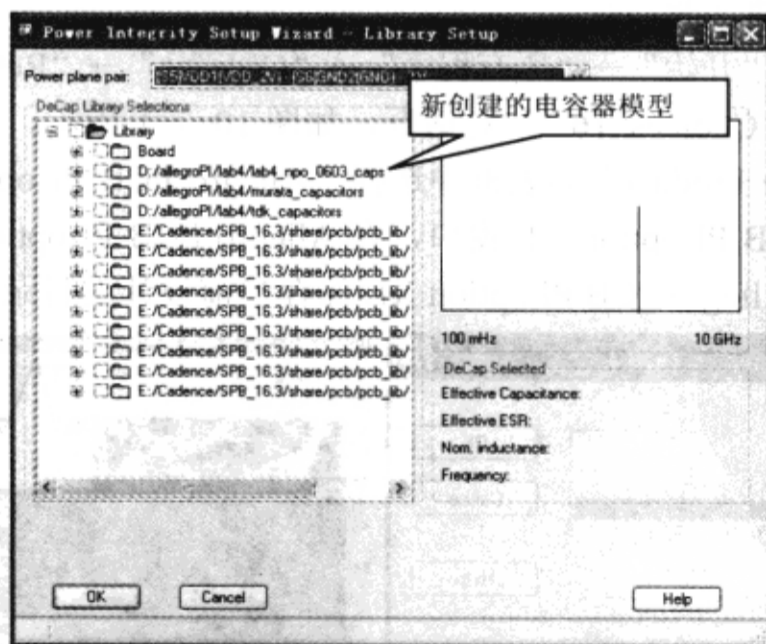

图 10-6-64 “Power Integrity Setup Wizard-Library Setup”对话框
(2) 在“Power Integrity Design & Analysis”对话框中单击“Cap Libraries”按钮，弹出“Power Integrity Setup Wizard-Library Setup”对话框，此时在“Power Integrity Setup Wizard-Library Setup”对话框中列出了 TDK 和 Murata 电容器，如图 10-6-64 所示。电源完整性工具读取了供应商提供的 DCL 文件，因此在窗口中列出了其电容器模型。如果在窗口中没有显示供应商提供的电容器模型，需要检查局部 env 文件中的路径。